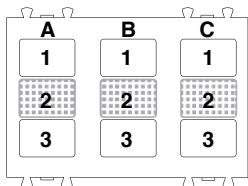

Fig. 2a
Il frontale del dispositivo è suddiviso in nove zone sensibili, suddivise in tre colonne da tre zone. Per ogni colonna può essere attivata o la zona centrale (2) o le due zone in alto e in basso (1 e 3) (vedi Fig. 2a, 2b, 2c). Si potranno quindi avere da un minimo di tre zone sensibili attive ad un massimo di sei (condizione di default).